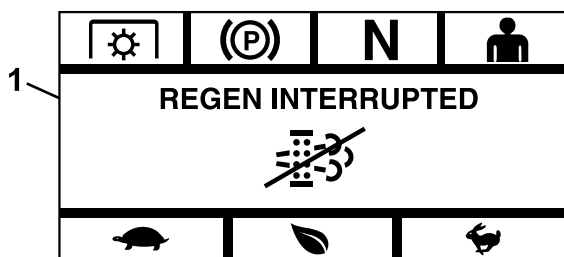

Figura 18
- **Interrumpida** – si interrumpe el proceso, el módulo muestra la pantalla Regen Interrupted (Regeneración interrumpida) (Figura 18).